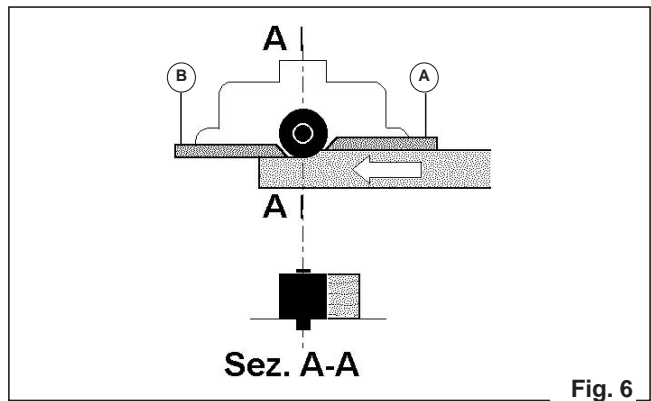

Fig. 6
Placeringen och justeringen av frässpindelns anhåll ändras enligt typen av operation som ska utföras. När profilering av en hel sida av ett arbetsstycke ska halvanhållet (B) vara inriktat med verktyget (fig. 6).